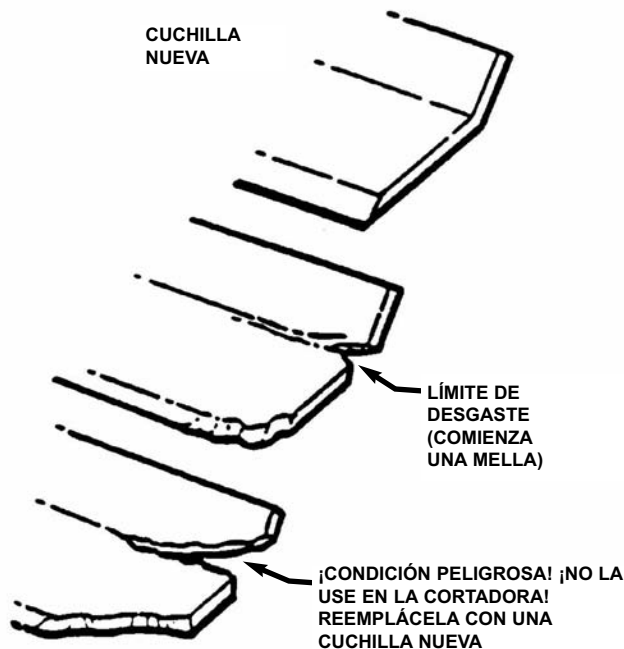

FIGURA 5.14
1. Inspeccione frecuentemente la cuchilla en busca de evidencia de desgaste excesivo o daño. Reemplace la cuchilla si llega al límite de desgaste. Vea la figura 5.14.
2. Inspeccione la condición de la cuchilla. Vea la figura 5.14.